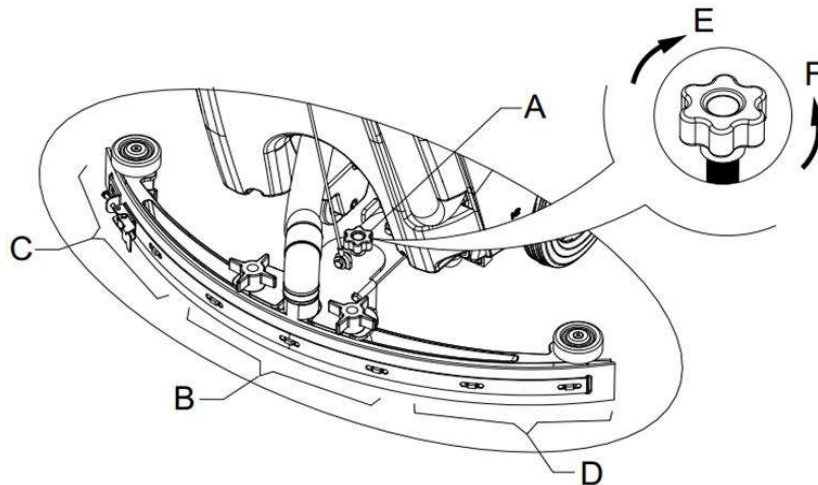

Figur 8
Ifølge det type gulv, der skal rengøres, kan maskinen monteres med børste (Figure 8, A) eller en pude-holder (figur 8, B og C).
1. (Gælder kun for **AS430B** og **AS510B**): sørg for at knappen (41) er i position (O).
2. Tryk ned på styret (2) til at løfte tanken krop (26).
3. Sæt børsten (A) eller puden-holderen (B - C) under sagen.
4. Brug styret (2) for at sænke tanken organ (26) til at komme i kontakt med børste eller pude-holder.
5. For at installere børste / pude-holder automatisk dreje afbryderen (41) til position "I" og tryk ned sikkerhedsafbryderen (1). Skub forsigtigt maskinen fremad, således at båndet hjul på bunden af tanken kroppen på linie med børsten eller pude-holder, som derefter kan installeres. Slip derefter sikkerhedsafbryderen. Gentag om nødvendigt denne procedure, indtil børsten / puden-indehaver er installeret.
6. Hvis trin 5 ovenfor viser sig at være vanskeligt, bruge den manuelle metode ved at følge pilen hovedet (D) for at installere børste / pude-holder (som vist i figur 8).
7. For automatisk at losse børste / pude-holder, dreje afbryderen (41) til position "O". Brug hånden til at holde styret, og tryk maskinen nedad, indtil guiden hjulet rører gulvet og børste / pad-indehaveren hænger i luften. Drej afbryderen (41) til position "I", og tryk ned sikkerhedsafbryderen at lade børste eller pude-holder igen, indtil børsten / puden-holder falder til gulvet.
8. Hvis Trin nr 7 ovenfor viser sig at være vanskeligt, bruge den manuelle metode ved at dreje børsten / puden-holderen i modsat retning af den normale drejeretningen, og det kan tages ud. (som vist i figur 8).